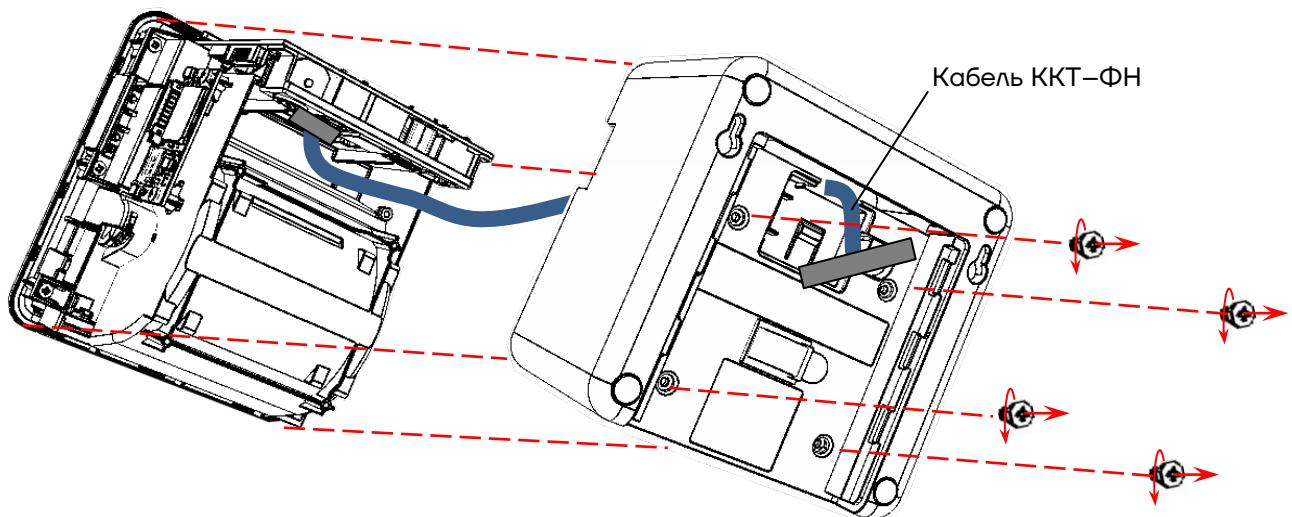

Рисунок 10. Отделение внешней нижней части корпуса ККТ
**10** Совместить внешнюю нижнюю часть корпуса ККТ с внутренней ее частью, учитывая положение кнопки включения/промотки и продев кабель ККТ-ФН в проем дна внешней части (см. рисунок 10).
**11** Вкрутить винты крепления (см. рисунок 10).